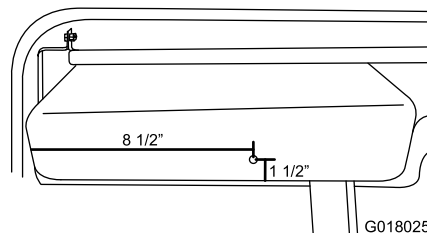

Figure 14
- Percez un trou de 5/16 pouce dans la boîte à gants, à 22 cm à partir de la gauche et 4 cm à partir du bas (Figure 14).